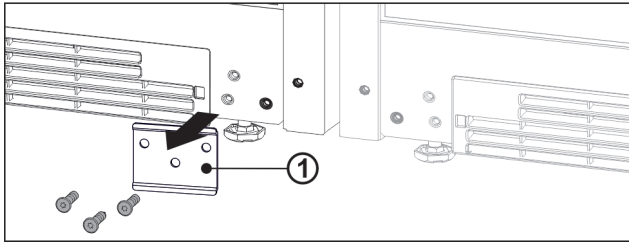

Fig. 14
- ▶ Dévisser la plaque Fig. 14 (1) le cas échéant.